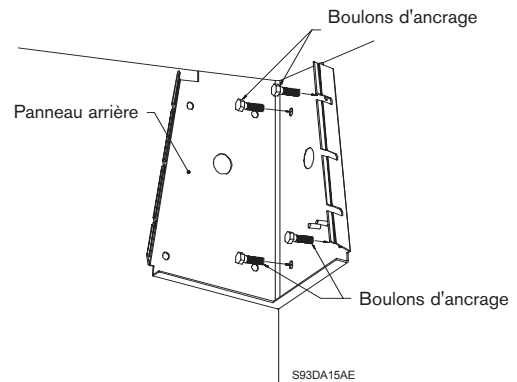

Figure 7 : montage du panneau arrière
5. Montez le panneau arrière en installant uniquement les boulons d'ancrage. Insérez les boulons de gauche, mais **SANS SERRER**. Voir figures 7 et 8.